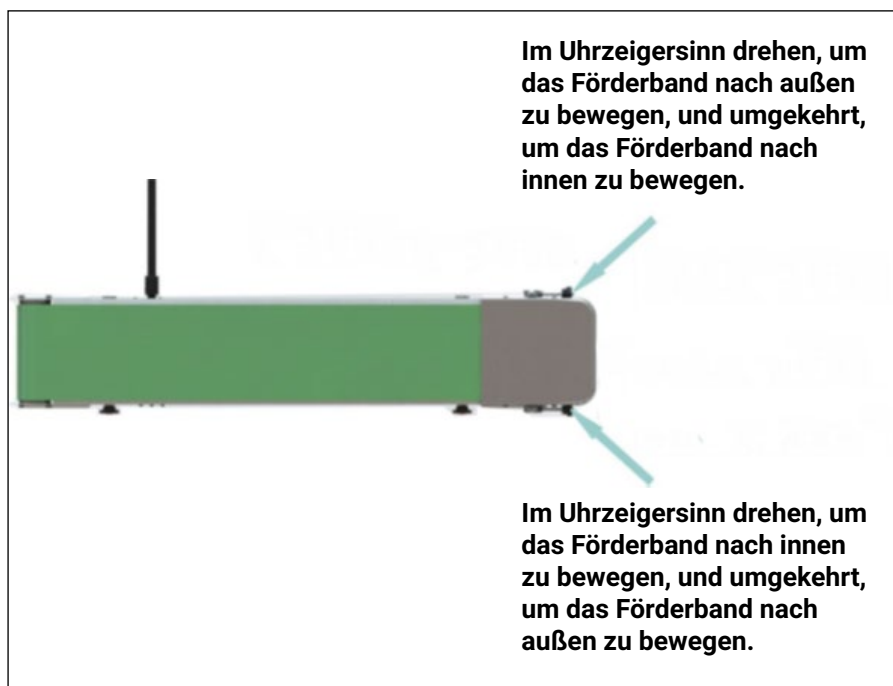

Abb. 13 – Spannen und Zentrieren des Förderbands
- + Heben Sie das Panel anschließend in Richtung Pfeil B heraus. (Siehe Abbildung 13)